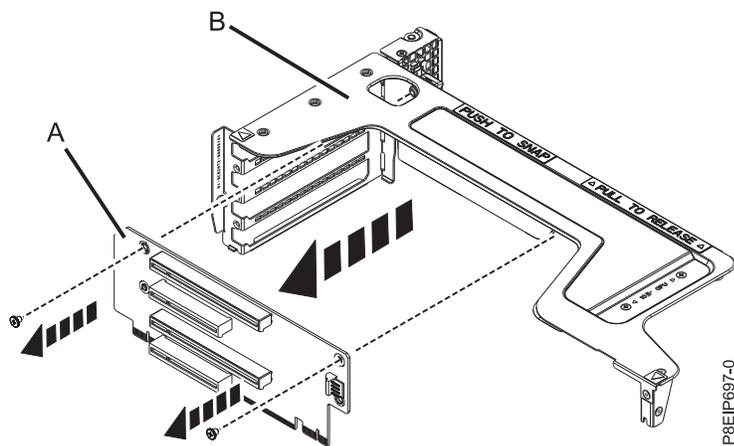

図 47. 位置 5、6、7、および 8 のライザー・カードの取り外し
- h. 位置 5、6、7、および 8 のライザー・カードの取り替えが必要になった場合、ライザー・カードをライザー・サポートから取り外します。ライザー・カードをライザー・サポートに固定している 2 本のねじを取り外します (45 ページの図 47 を参照)。